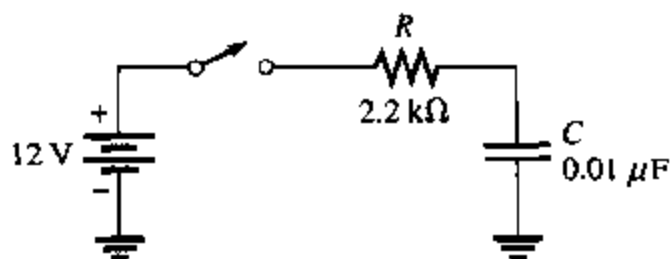

图 13.71
* 34. 推导呈指数级增加的电压曲线上计算时间的公式。用推导出的公式计算图 13.71 中开关闭合后电压达到 6 V 所用的时间。